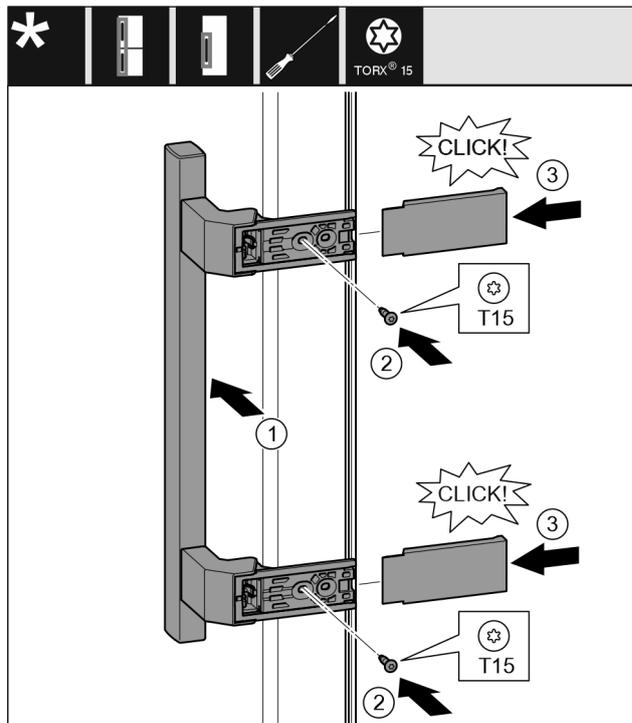

Fig. 15
- ▶ Vendosni dorezën në anën e kundërt. Fig. 15 (1)
- ▶ Mbërtheni fort vidat me një kaçavidë T15. Fig. 15 (2)
- ▶ Vendosni kapakët mbulues anash dhe shtyjini. Fig. 15 (3)